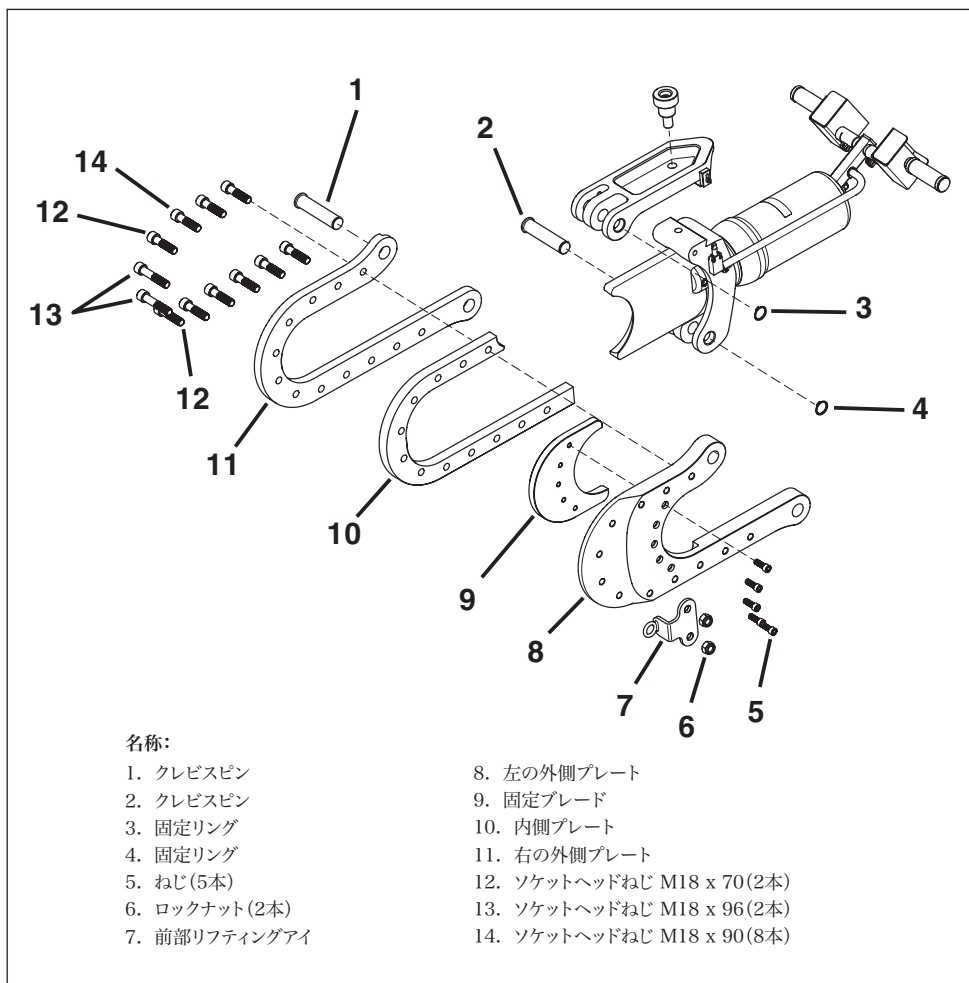
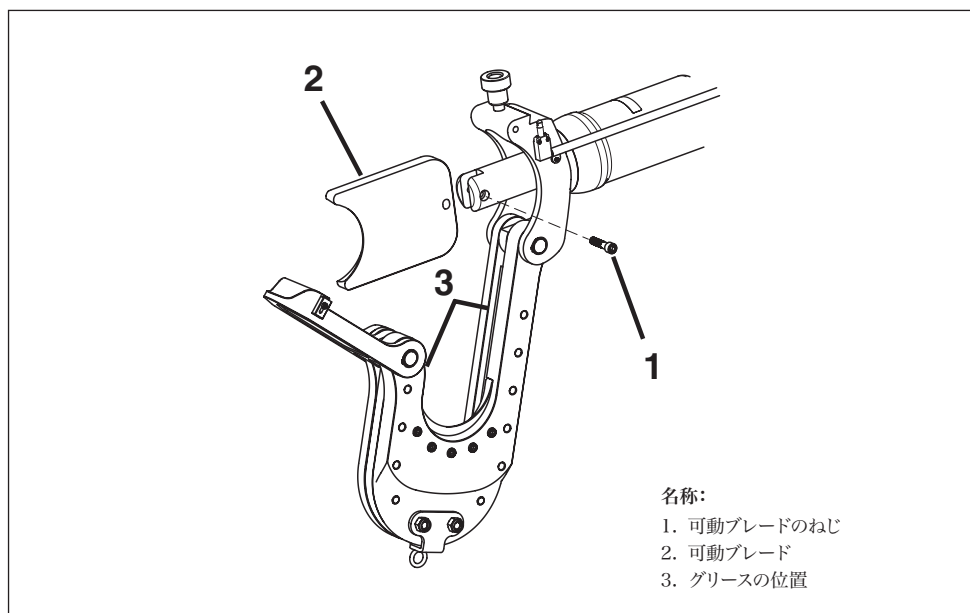

図11:固定ブレードの交換
図12:可動ブレードの交換
以下に記載の手順で固定ブレードを交換します。図11を参照してください。
6. 固定リング(図11、項目4)を取り外します。クレビスピン(図11、項目2)とCuttingヘッド(図11、項目5~14)を取り外します。
7. 2本のソケットヘッドねじ(図11、項目13)、ロックナット(図11、項目6)、前側リフティングアイ(図11、項目7)を取り外します。
8. 2本のソケットヘッドねじ(図11、項目12)と8本のソケットヘッドねじ(図11、項目14)を取り外します。
9. 左の外側プレート(図11、項目8)と内側プレート(図11、項目10)、および右の外側プレート(図11、項目11)を分離します。
10. 固定ブレードの5本のねじ(図11、項目5)を取り外し、固定ブレード(図11、項目9)を取り外します。
11. 5個の固定ブレードねじ(図11、項目5)で新品の固定ブレード(図11、項目9)を左の外側プレート(図11、項目8)に取り付け、64 ft-lb [87 Nm] のトルクをかけます。Loctite 243または同等品を塗布します。
12. 8本のソケットヘッドねじ(図11、項目14)と2本のソケットヘッドねじ(図11、項目12)を使用して、左の外側プレート(図11、項目8)と内側プレート(図11、項目10)、および右の外側プレート(図11、項目11)を組み立てます。213 ft-lb [289 Nm] のトルクをかけます。
13. 2本のソケットヘッドねじ(図11、項目13)、前側リフティングアイ(図11、項目7)、ロックナット(図11、項目6)を取り付け、213 ft-lb [289 Nm] のトルクで締め付けます。
14. クレビスピン(図11、項目2)および固定リング(図12、項目4)を使用して、Cuttingヘッド(図11、項目5~14)を、ツール本体に取り付けます。
5. 可動ブレードのねじ(図12、項目1)を緩めて取り外します。
6. 摩耗した可動ブレード(図12、項目2)を取り外します。
7. 新品の可動ブレード(図12、項目2)をピストンに取り付けます。
8. 新品の可動ブレードのねじ(図12、項目1)を取り付けます。102 ft-lb [138 Nm] のトルクをかけます。Loctite 243または同等品を塗布します。
9. NLGIグレード2超高压リチウムグリースを使用し、カッティングヘッド内のスライドスロットとツールガイドを潤滑します(図12、項目3)。